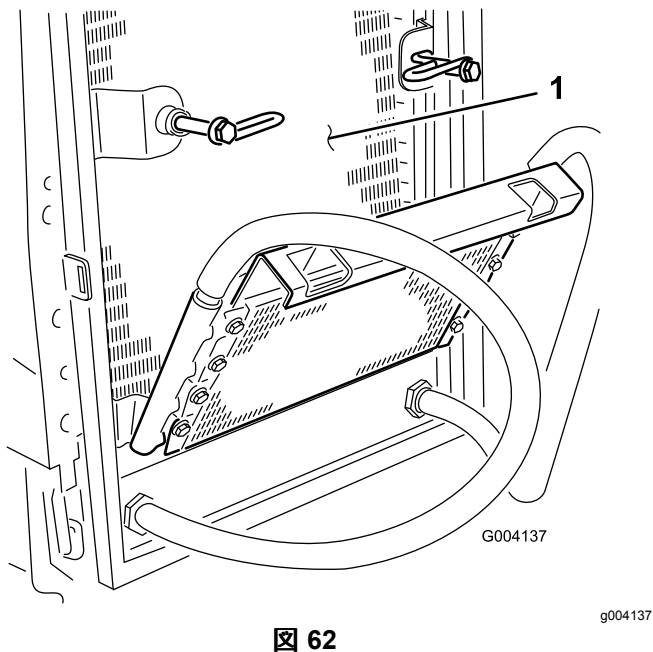

図 62
- オイルクーラとラジエターの裏表を 図 62 圧縮空気ですぐに清掃する。